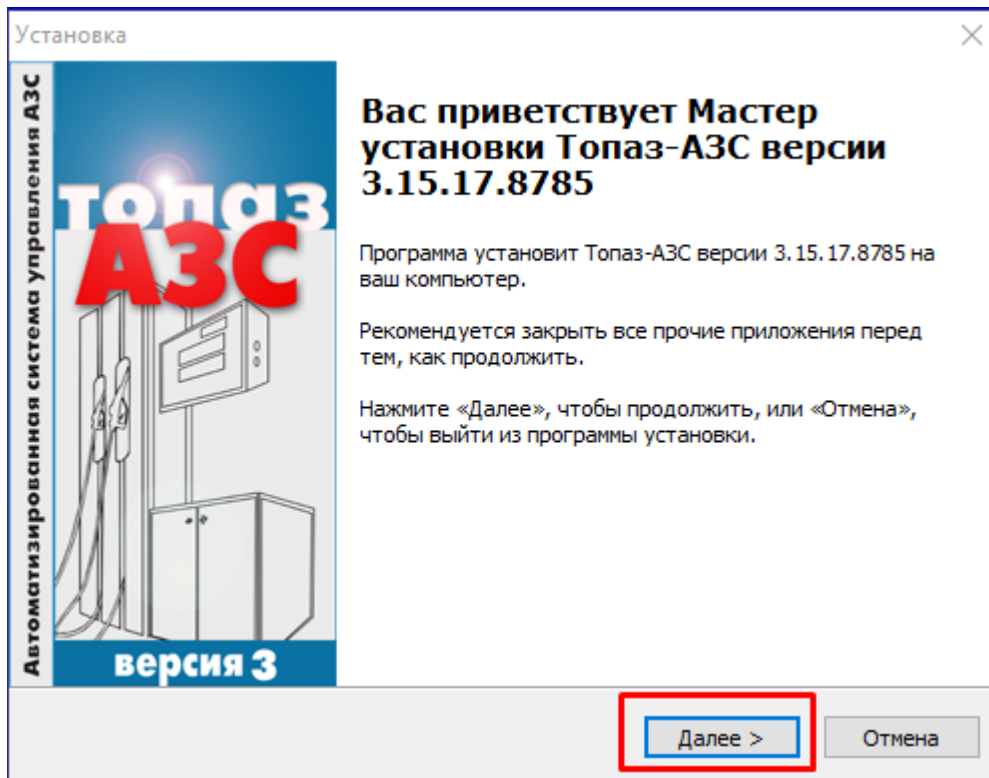

Рисунок 5.
4. Запустите двойным кликом установочный пакет и нажмите в приветственном окне кнопку "Далее" (рисунок 5);